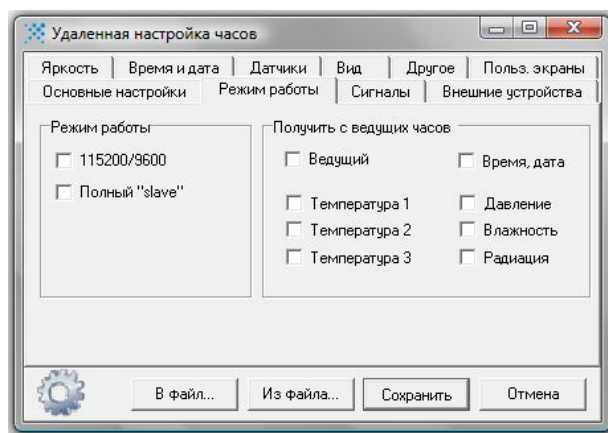

Рисунок 4 – Режимы работы.
**Режим работы** – в данной вкладке изменяется скорость передачи данных на 115200 бит/с, а также устанавливаются параметры, принимаемые часами в режиме «Slave» от часов в режиме «Мастер» (рисунок 4). Параметр «Полный «slave»» предназначен для того, чтобы часы в режиме «Slave» принимали все параметры от часов в режиме «Мастер», включая дату и время. Отмеченный параметр «Полный «slave»» равнозначен выбору всех параметров в поле «Получить с ведущих часов».